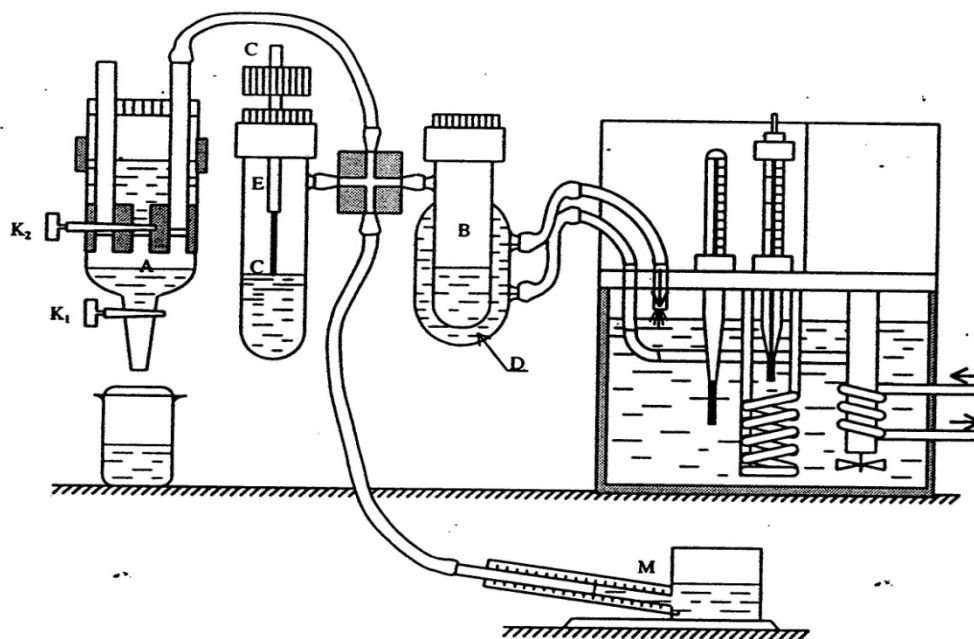

Рис. 1 Схема установки для измерения температурной зависимости коэффициента поверхностного натяжения.
**Экспериментальная установка.** Исследуемая жидкость (дистиллированная вода) наливается в сосуд (колбу) В (рис.1). Тестовая жидкость (этиловый спирт) наливается в сосуд Е. При измерениях колбы герметично закрываются пробками. Через одну из двух пробок проходит полая металлическая игла С. Этой пробкой закрывается сосуд, в котором проводятся измерения. Верхний конец иглы открыт в атмосферу, а нижний погружен в жидкость. Другой сосуд герметично закрывается второй пробкой. При создании достаточного разряжения воздуха в колбе с иглой пузырьки воздуха начинают пробулькивать через жидкость. Поверхностное натяжение можно определить по величине разряжения  $\Delta P$  (1), необходимого для прохождения пузырьков (при известном радиусе иглы).